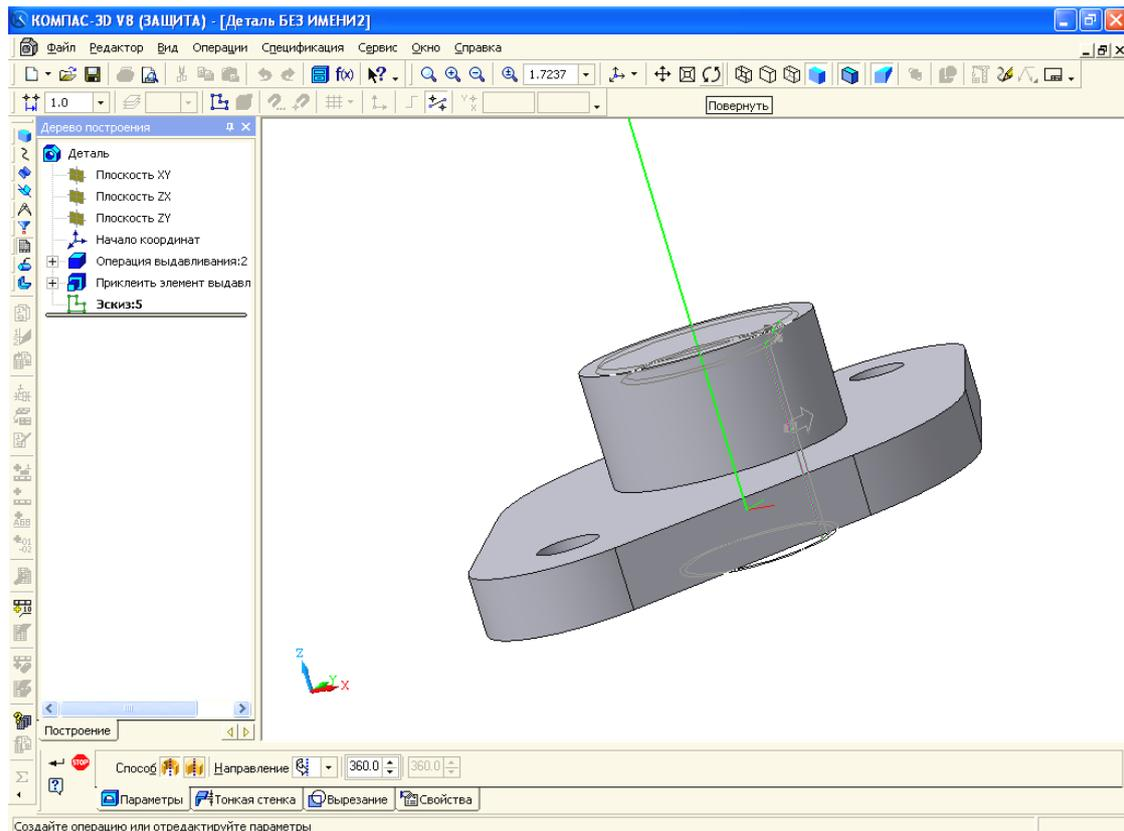

Рис. 32. Операция **Вырезать вращением**
8. На панели инструментов **Редактирование детали** щелкните по кнопке (Вырезать вращением), рис. 32.